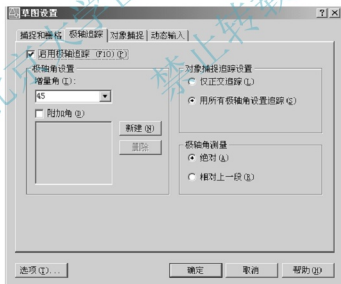

图 2.90 【草图设置】对话框
(1) 右击状态栏上的【极轴】按钮,从弹出的快捷菜单中选择【设置】命令,则打开【草图设置】对话框,设置相关选项,如图 2.90 所示。